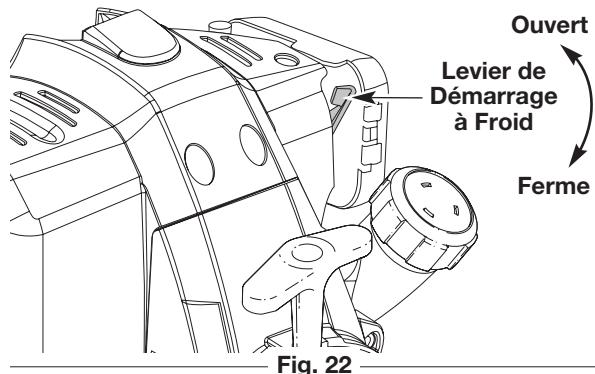

Fig. 22
- **SI FROID...** Par temps froid (sous 4°C/ 40°F), mettez le levier de démarrage à froid (Fig. 22) en position fermé et passez à l'étape 3. N'abaissez PAS ce levier si la température dépasse 4°C (40°F).